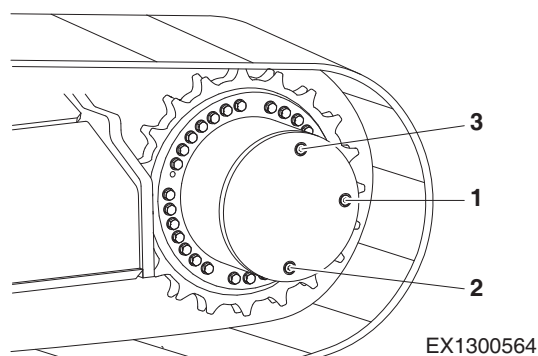

Figura 66
2. Haga girar las orugas hasta que las bocas de llenado (1 a 3, Figura 66) queden en la posición adecuada, tal y como se ilustra en la figura.
3. Afloje ligeramente el tapón de llenado (3, Figura 66) para liberar el aire a presión retenido.
4. Retire el tapón del nivel de aceite (1, Figura 66).
6. Añada aceite a través de la abertura del tapón de llenado (3, Figura 66), si fuese necesario.
7. Limpie e instale los tapones de nivel de aceite y de llenado (1 y 3, Figura 66).